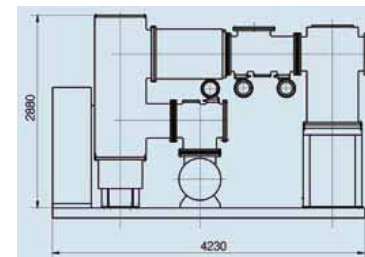

Рис. 4.2 Линейная кабельная разводка одинарной шины
4.1 Подключение одинарной шины (рис. 4.2, 4.3, 4.5)